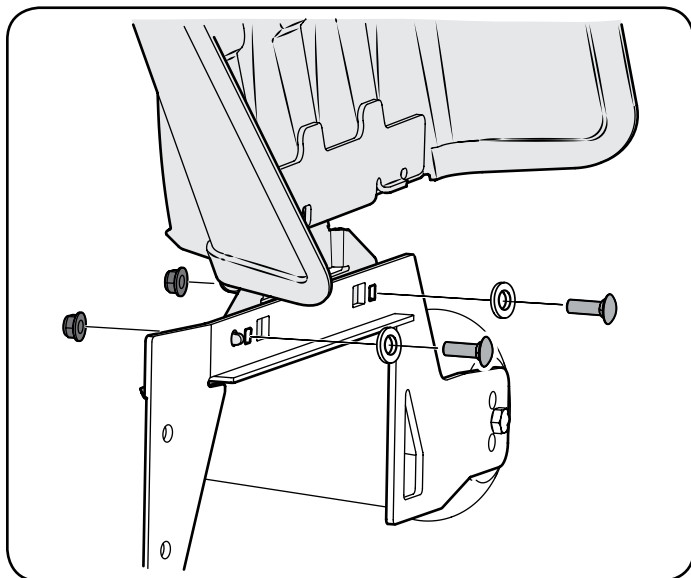

Figura 6
2. Retire los tornillos del carro (a), las tuercas de bloqueo de la brida (b) y las arandelas planas (c) del paquete de elementos de ferretería de la bolsa del manual. Vea la Figura 6.
3. Con los elementos de ferretería que extrajo anteriormente, instale el deflector del canal en la plataforma, como se indica en la Figura 6.